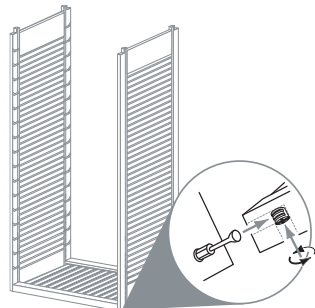

FIG. 3.3
4. Fixer la tablette (C) aux montants avec les écrous de came orientés vers le sol. (Fig. 3.3)